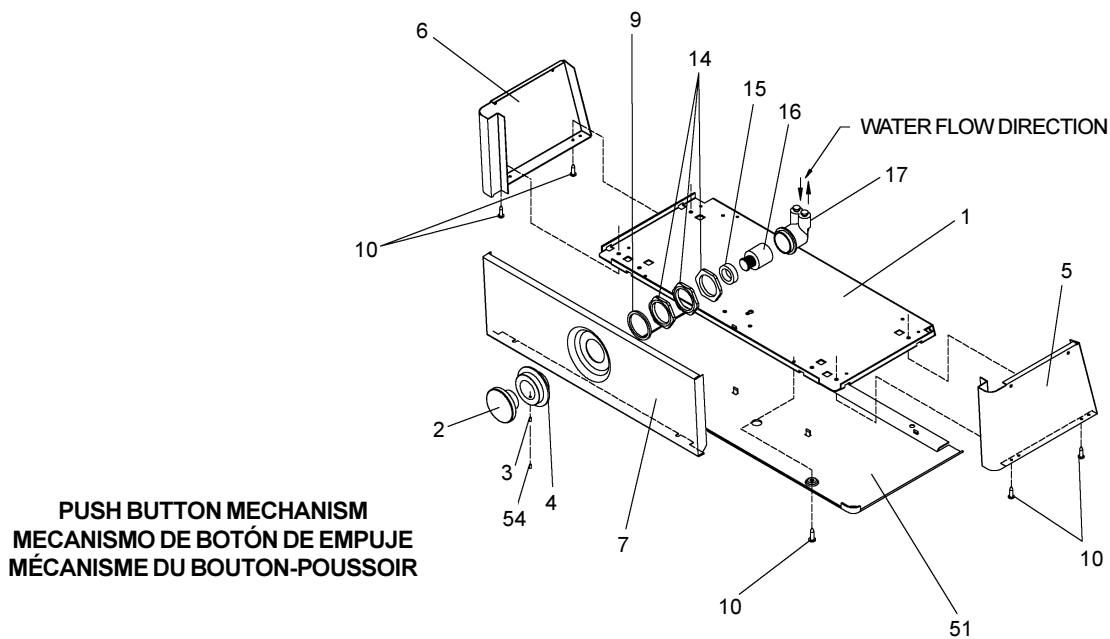

FIG.2
- 8) Stream height is factory set at 45-50 PSI. If supply pressure varies greatly from this, adjust screw, accessible by removing Item 2, Fig. 2. CW adjustment will raise stream and CCW adjustment will lower stream. For best adjustment, stream should hit basin approximately 6-1/2" (165mm) from bubbler.
- 8) La pression du jet est réglée en usine 3,1 et 3,4 bars. Si la pression d'alimentation varie fortement de cette valeur, régler la vis, accessible en déposant l'article 2, fig. 2. Un réglage dans le sens des aiguilles d'une montre relève le jet, et un réglage dans le sens contraire l'abaisse. Pour un réglage optimum, le jet doit frapper le bassin à environ 165 mm du barboteur.